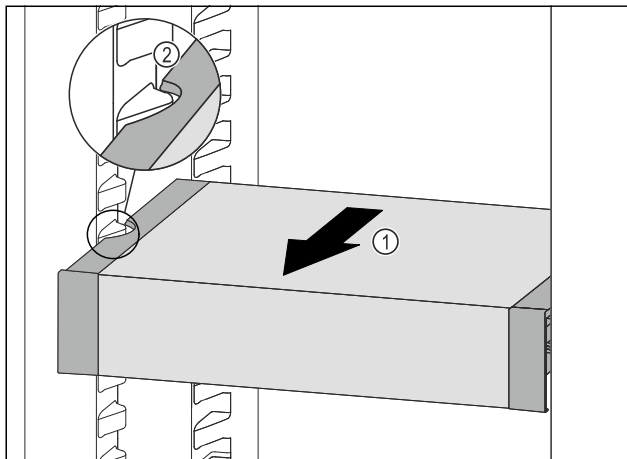

Fig. 185
- Trageți în față VarioSafe Fig. 185 (1), până când degajările laterale ale VarioSafe se află la înălțimea nervurii recipientului din frigider. Fig. 185 (2)